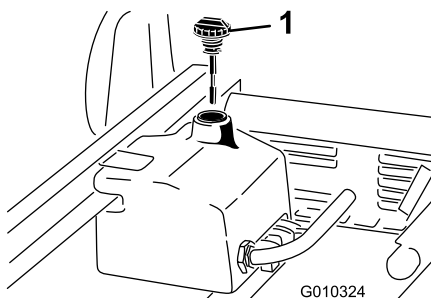

Figure 20
1. Nettoyez la surface autour du goulot et du bouchon de remplissage du réservoir hydraulique (Figure 20). Enlevez le bouchon du goulot de remplissage
2. Dévissez la jauge (Figure 20) du goulot de remplissage et essuyez-la sur un chiffon propre. Réinsérez la jauge dans le goulot de remplissage, sortez-la de nouveau et vérifiez le niveau de liquide. Il doit se situer entre les repères de la jauge.